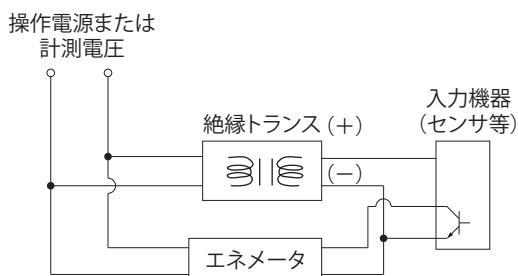
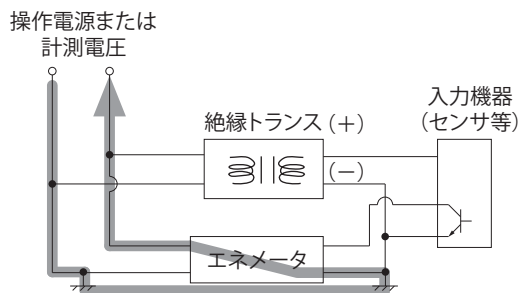

図1 良い例
図2 悪い例1
- ・操作電源部と基本ユニットのパルス入力部は非絶縁となっていますので、各種信号入力の接続に際し、短絡防止のためにセンサ等入力機器の電源は、図 1 のように 1 次、2 次の絶縁された電源トランスで、2 次側が接地されていないものをご使用ください。2 次側が接地された状態、または単巻トランスを使用された場合は、図 2 図 3 のように短絡状態となり、エネメータの内部回路が破壊しますのでご注意ください。